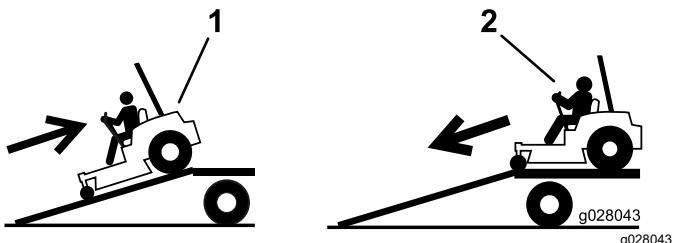

Figura 32
4. Suba la máquina por la rampa en marcha atrás (Figura 32).
2. Baje la máquina por la rampa conduciendo hacia adelante (Figura 32).